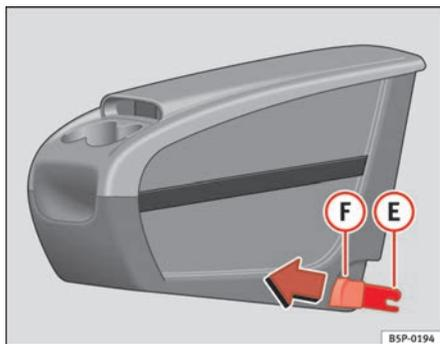
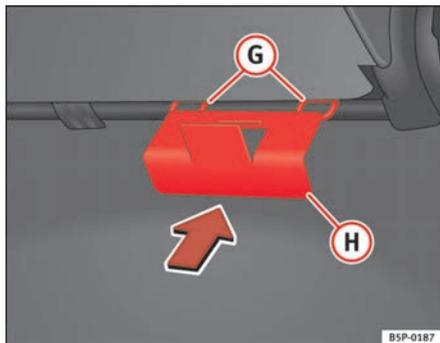

Fig. 111 Portaobjetos móvil. Montaje
Fig. 112 Placa de fijación del portaobjetos móvil
- Coloque desde el interior del vehículo, la placa de fijación (H) ⇒ fig. 112 del portaobjetos móvil, por la parte posterior del asiento. Debe estar situada entre el respaldo y el cojín, en la zona de la plaza central.
- Encare las dos piezas de fijación (E) ⇒ fig. 111, con las dos anillas de fijación (G) ⇒ fig. 112 y presione con fuerza hasta que las dos pinzas clipen totalmente con las anillas.
- Tire de cada uno de los botones ⇒ fig. 111 (F) de las pinzas (botones rojos) hacia delante, hasta oír que ha desclipado.